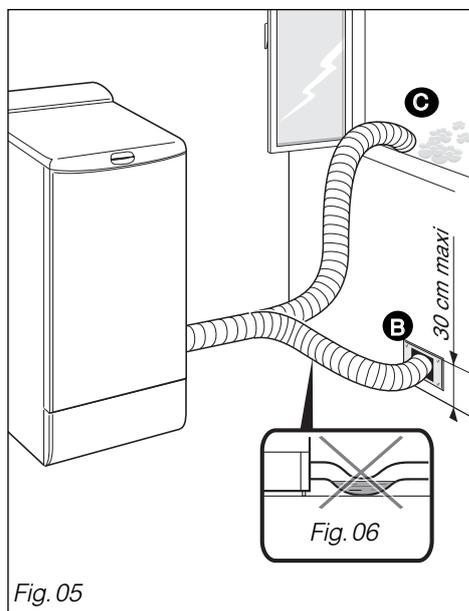

Fig. 05
• **Soit par un raccordement fixe dans le mur :** (Fig. 05) **B**
• **Soit de façon temporaire :** (Fig. 05) **C**